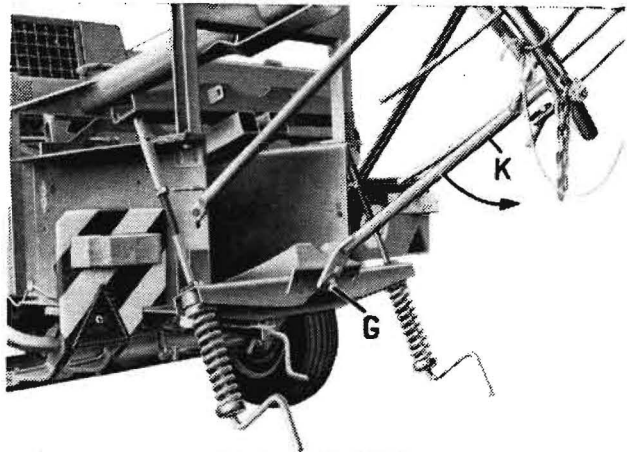

Bild 53
Bei Transportfahrten, bei Verstopfungen oder beim Abstellen der Hochdruckpresse wird das Schurrenuntersteil am Ausgang des Preßkanals ausgeräumt. Die Griffschraube (G) lösen — Klappe (K) zurückschwenken — dadurch wird nach unten eine Öffnung frei, durch die die Ballen herausgezogen werden können. Das Schurrenobersteil leert sich beim Einschwenken zum größten Teil selbst, die restlichen Ballen können aus den Führungsrohren bequem herausgenommen werden (Bild 53).
Der Preßkolben ist auch dann aus dem Preßkanal herausnehmbar, wenn sich die Schurre Parallelbelastung am Gerät befindet. Bei der Schurre Parallelbelastung ist die Ausräumklappe (Bild 53) von dem unteren Preßbalken abzuschrauben. Die Preßbalken (Bild 12) sind weit zu öffnen,